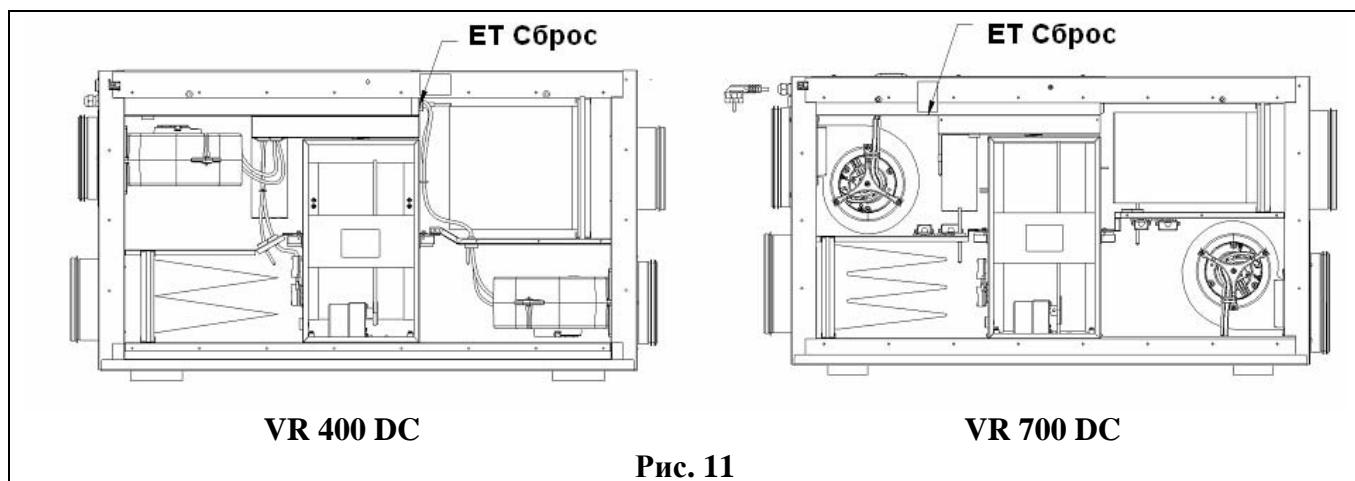

Рис. 11
- б) Проверьте, находится ли пожарный термостат в положении Сигналов аварий. Если необходимо перезапустите нажатием кнопки «ET» в агрегате (Рис. 11).
Em T Y = Отсоединился термостат защиты от перегрева (для сброса см. рис. 11)